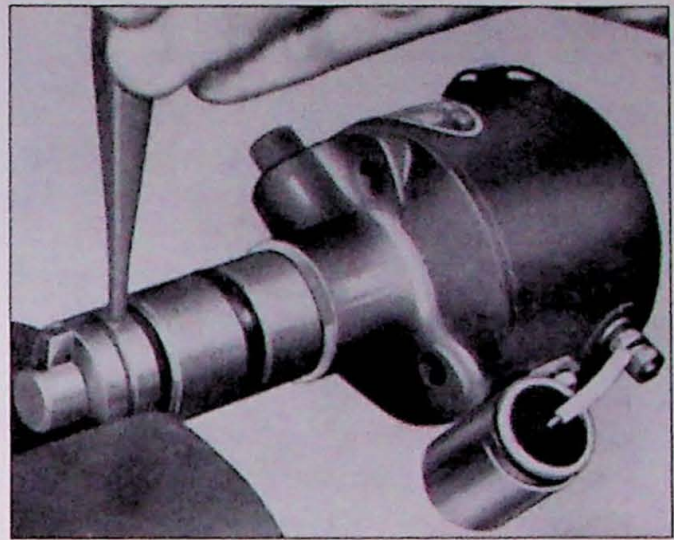

Fig. 13.8. Borgstift van de meenemer verwijderen
6. Borgveer losnemen en de borgstift met passende drevell eruit slaan (Fig. 13.8). Positie van de nokvolger op de positie van de as markeren.